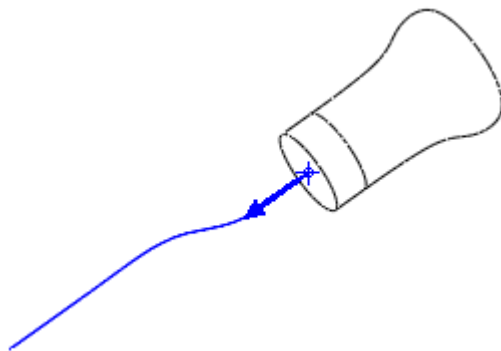

图 48-7
- (1) 单击菜单【插入】 【扫描】 【薄板伸出项】命令。
- (2) 在弹出的【扫描轨迹】菜单中单击【选取轨迹】 【曲线链】|【选取】。
- (3) 在模型中选择步骤 3 建立的曲线, 单击【链选项】菜单中的【选取全部】, 结果如图 48-7 所示。注意: 若图中起始箭头方向不对, 应单击【起始点】 【下一个】 【接受】, 将起始点方向更改为图示方向。